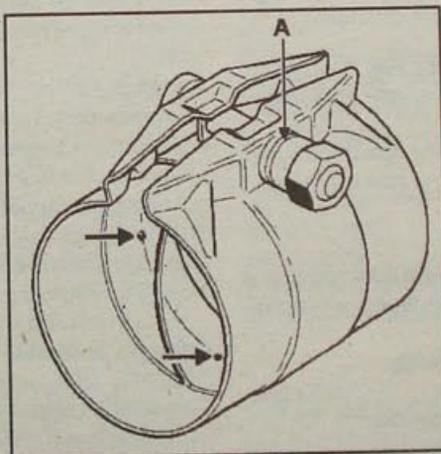

Рис. 2.79. Ремонтный патрубок системы выпуска отработавших газов: А – канавка, определяющая момент затяжки гайки
- Гайка хомута имеет канавку (А, рис. 2.79), чтобы обозначать правильный момент затяжки. Когда при затяжке канавка исчезает, она издает характерный щелчок, это означает, что гайка затянута моментом 25 Н•м.